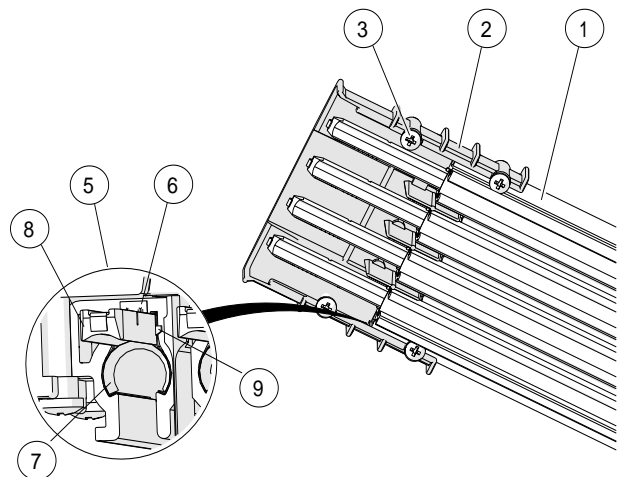

Abb. 15: Detailansicht Stiftseite
- Verbinderstifte und Verbinderklammern vorhanden und in gleicher Position sind (siehe Abb. 10, Pos. 1 und Abb. 15, Pos.6),